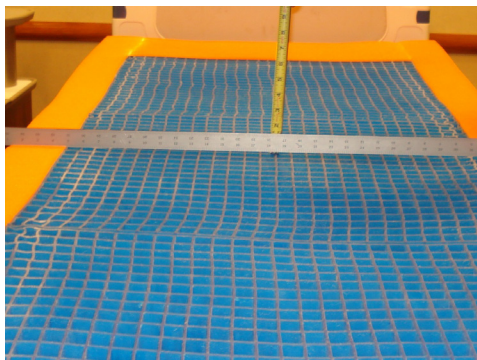

Abbildung 5
5. Ein Lineal (mind. 88,9 cm lang) in der Sakralregion der Unterlage (Sitzfläche des Patienten) von links nach rechts über das Schaumgitter legen (siehe Abb. 5).